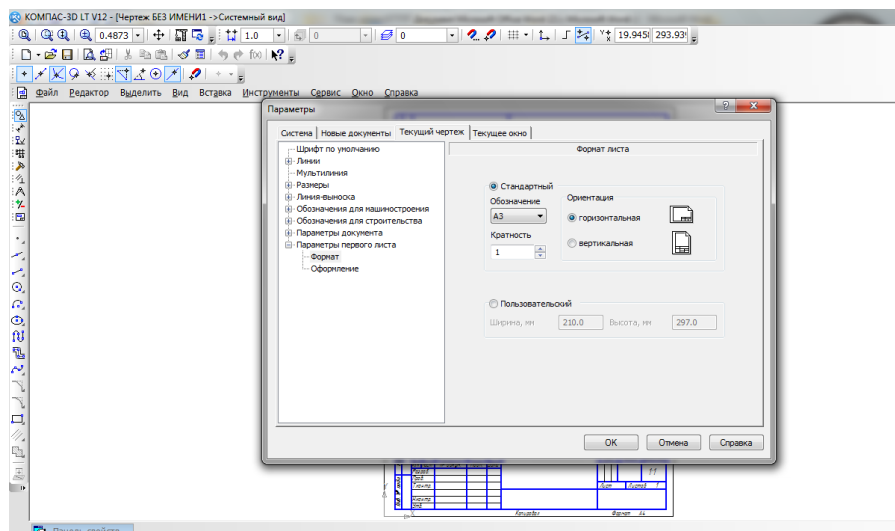

Рисунок 1 – Формат листа
1. Создаем чертеж форматом А3 с горизонтальным расположением (рисунок 1);